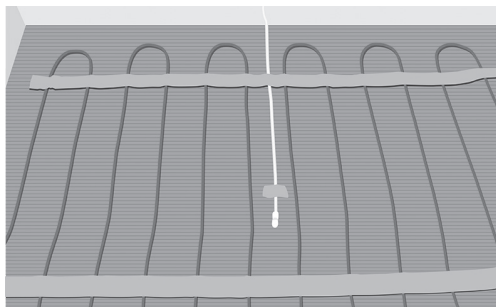

Fig. 9. Placer røret/føleren mellem to kabler
12. Placer og fastgør røret eller gulvføleren. Sørg for at placere røret/føleren mellem to varmekabler (fig. 9) og forsegl enden af røret.